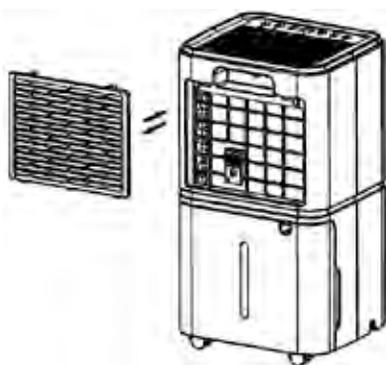

Fig. 1
1. Retire o filtro soltando-o de sua sede, seguindo o sentido da seta (Fig. 1).